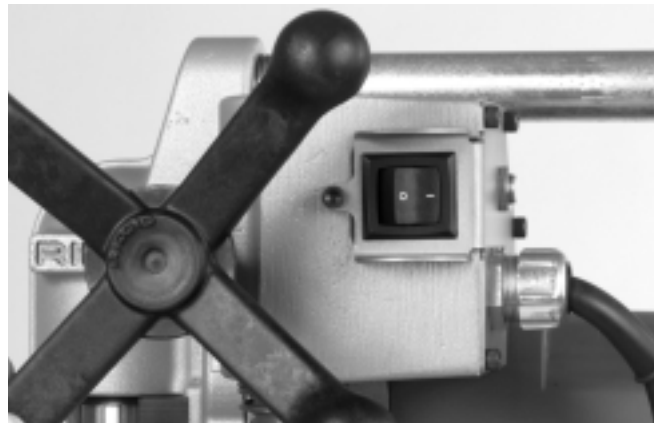

Figura 20 – Interruptor de ON/OFF en el Modelo HC-300
1. El modelo HC-450 se enciende al oprimir el interruptor de **ON/OFF** ubicado a un costado de la unidad detrás de la rueda de alimentación. (Figura 20.)